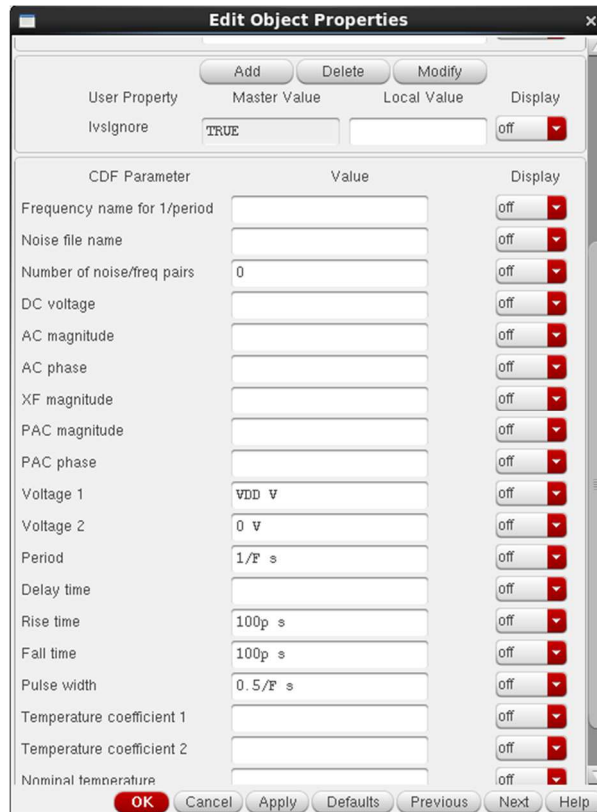

Рисунок 14 – Окно свойств импульсного источника
8. Для изменения конфигурации импульсного источника напряжения таким же образом нужно перейти в раздел Properties (рисунок 14). В разделе Voltage 1 этого источника выставить значение 0, а Voltage 2 значение VDD. Период в разделе period необходимо задать с помощью переменной 1/F, где F произвольно выбранное имя переменной, которое будет использовано в